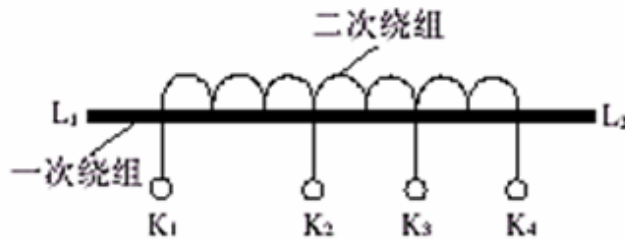

图 5-3 多抽头电流互感器原理图
3.1 多抽头电流互感器。这种型号的电流互感器，一次绕组不变，在绕制二次绕组时，增加几个抽头，以获得多个不同变比。它具有一个铁心和一个匝数固定的一次绕组，其二次绕组用绝缘铜线绕在套装于铁心上的绝缘筒上，将不同变比的二次绕组抽头引出，接在接线端子座上，每个抽头设置各自的接线端子，这样就形成了多个变比，见图 5-3。